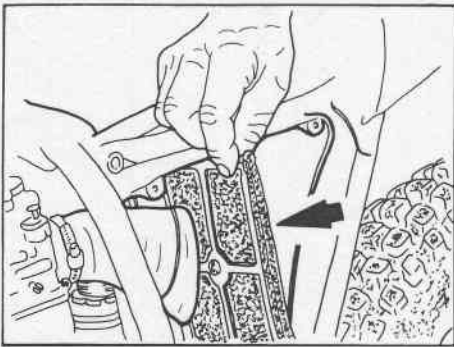

Fig. 26 - Filtro aria.
- rimuovere il filtro (fig. 26) e lavarlo in acqua calda con sapone neutro o shampoo;